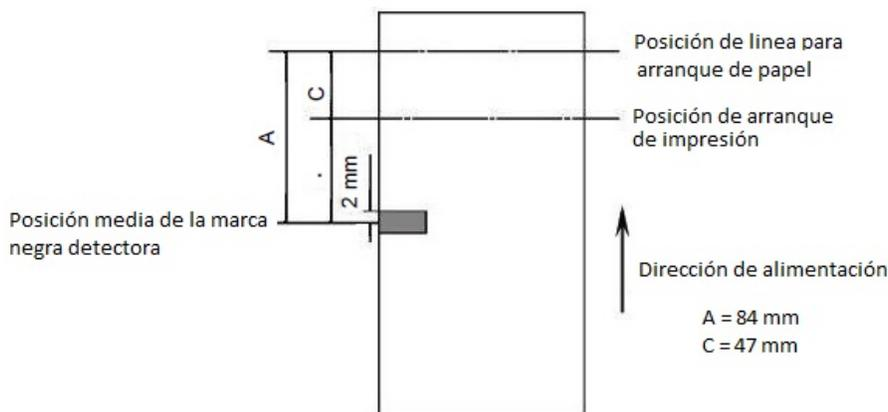

Figura 1
4. El valor mecánico inherente de la impresora:  $L_0=A$  (mm),  $Q_0=C$  (mm) (como se muestra en la Figura 1).
Los ejemplos siguientes consideran que la posición de arranque del papel esta sobre la parte de arranque de la impresora,  $L_0=67\text{mm}$ ,  $Q_0=29\text{mm}$  (como se muestra en la Figura 1).